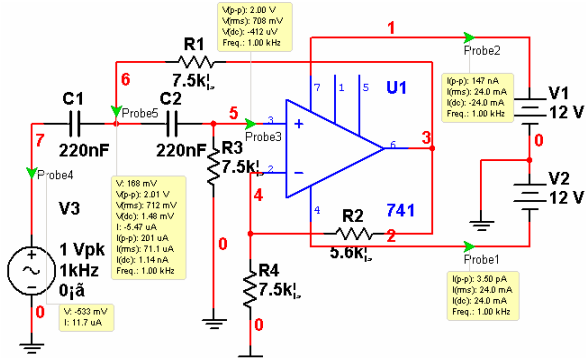
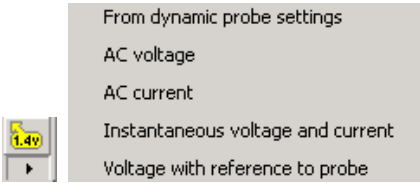
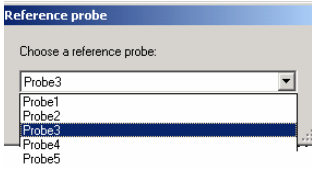
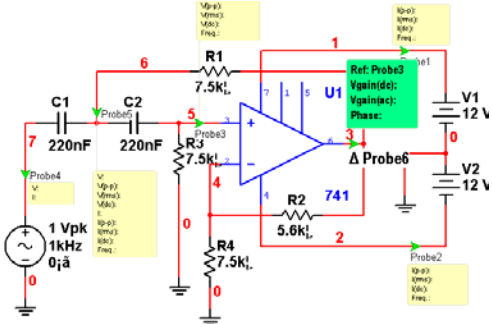

图 5-184 探针测试的电路
图 5-185 静态探针设置
图 5-186 新探针选择的参考电压
图 5-187 新探针选择的参考探针
静态电压测试探针：用于电路仿真前，在电路中安排一些测试点，再接上符合需要测试功能的探针。当电路仿真运行时，这些被接到电路中的探针会自动显示各测试点的参数，如图 5-185 所示，这种测试形式称为静态电压探针。
1) 打开要测试的电路图，如图 5-184 所示。
2) 单击仪器工具栏上的按键  (小三角)，系统弹出如图 5-185 所示的静态探针设置下拉菜单，该菜单有 5 个选项。
3) 根据电路各结点需要测试的内容，选择相应功能的测试探针，如图 5-185 的 5 个选项分别为：
如图 5-184 所示是用静态探针测试的电路。探针 1、探针 2 用的是“AC current”选项，测试的是电路中的交流电流，包括电流峰峰值 $i_{(p-p)}$ 、电流有效值 I_{RMS} 、直流电流成分 I_{DC} 、信号频率 $Freq$ ；探针 3 用的是“AC voltage”选项，测试的是电路中的交流电压，包括电压峰峰值 $u_{(p-p)}$ 、电压有效值 V_{RMS} 、电压直流成分 V_{DC} 、信号频率 $Freq$ ；探针 4 用的是
4) Voltage with reference to Probe: 该选项用来设置新探针的参考电压。如图 5-184 所示测量得的数据都以地为参考点的，若要选择电路中某一点为参考点，就要选择“Voltage With reference to probe”选项。选中此选项会弹出“Reference probe”对话框，单击下拉菜单如图 5-186 所示。因为图 5-185 所示中有五根探针，所以下拉菜单中有五根探针可供选择可作为新探针的参考点。如图 5-187 所示中新探针 6 选择的参考电压就是电路输入端口 IN 的探针 3。新探针 6 接到电路输出端口 OUT，注意新探针 6 有一个标记 Δ ，有别于其他电路探针。本电路测量的是电路输出端口 OUT 相对于输入端口 IN 的交直流电压增益及相位差。
为了让某一个探针突显出来，可以对它的属性进行设置，如图 5-187 所示中探针 6 与其他探针属性不相同，非常醒目。